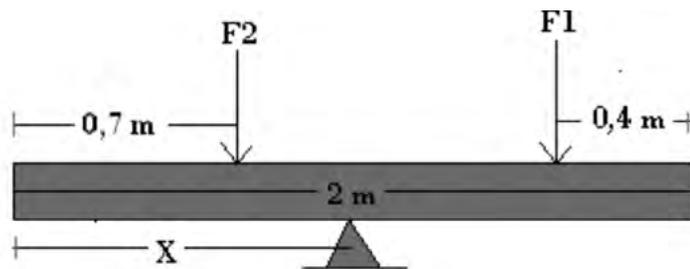

Figura 12.1
2. Ejercicio: ¿En qué punto se debería poner el punto de apoyo para que el sistema de la figura 12.1 esté en equilibrio, teniendo en cuenta que el peso de la viga es de 50 N y las fuerzas son $F_1=28\text{ N}$ $F_2= 42\text{ N}$?